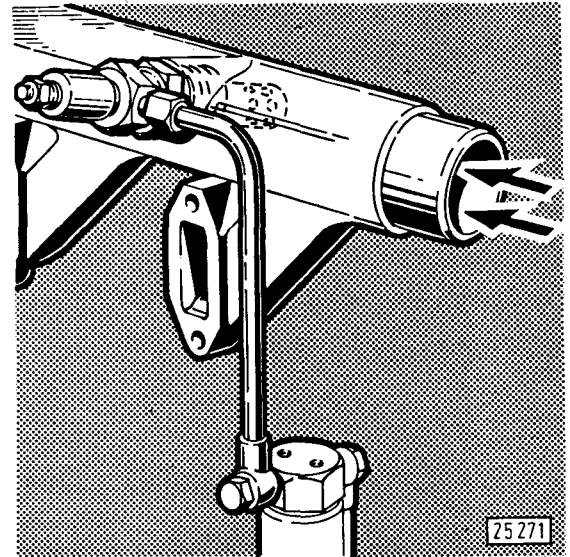

Fig. 27
7.4.1 Flame-type Heater Plug (Fig. 27)